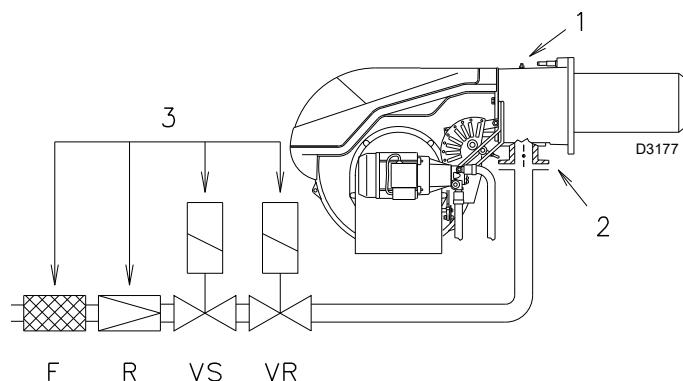

Рис. 27
Давление газа, измеренное на штуцере 1) (Рис. 27), с:
– Отнимите от давления газа на штуцере 1) (Рис. 27) давление в камере сгорания.
Давление газа на штуцере 1) (Рис. 27) = 21,9 мбара
Чтобы узнать давление газа, необходимое на штуцере 1) (Рис. 27), определив максимальную мощность работы горелки, выполните следующее:
Посмотрите справа давление на штуцере 1) (Рис. 27).
необходимое давление на штуцере 1) (Рис. 27).